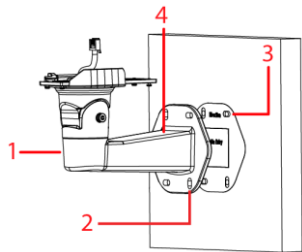

Abbildung 1
- Führen Sie alle benötigten Kabel durch den Halterungsarm, platzieren Sie den Halterungsarm (1) (Abbildung 1) auf die Oberfläche und richten Sie die vier Löcher des Halterungsarms (2) (Abbildung 1) an den vier Dübeln oder Dehnschrauben auf der Oberfläche (3) (Abbildung 1) aus.
- Geben Sie den Gummistopfen in das obere Loch des Halterungsarms (4) (Abbildung 1), um zu verhindern, dass Wasser in den Halterungsarm gelangt.